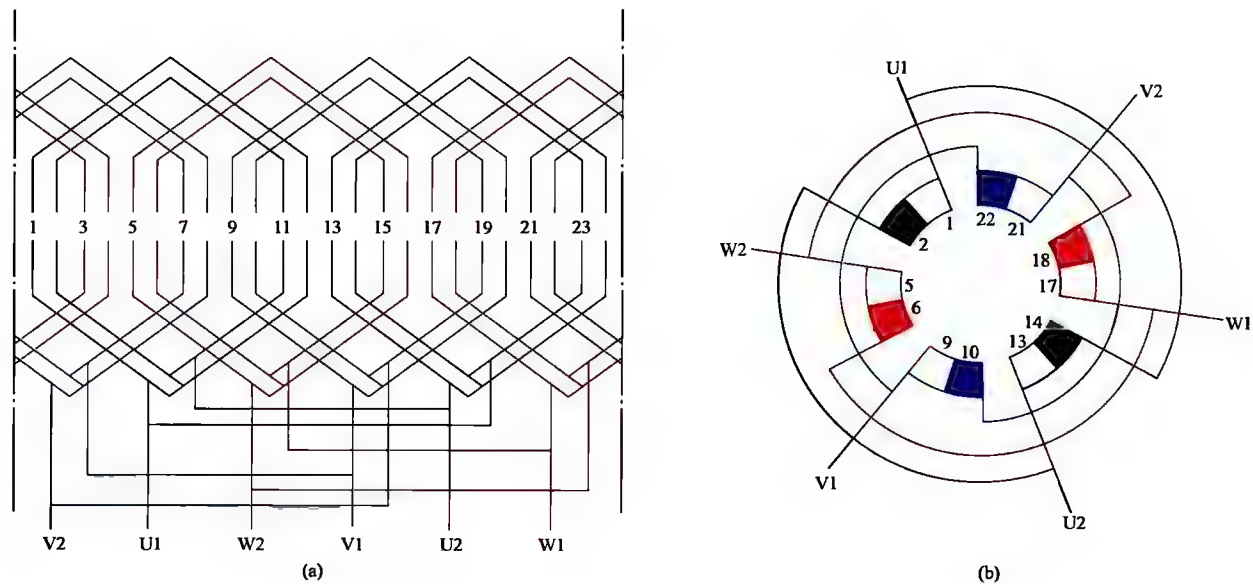

图 1-6 三相 2 极 24 槽单层同心式绕组 2 路接法
6. 三相 2 极 24 槽单层同心式绕组 2 路接法展开图与接线圆图 (见图 1-6)